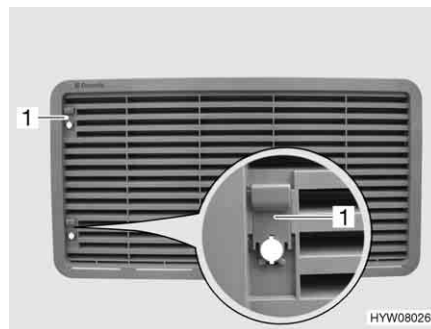

Bild 133 Kühlschrank-Lüftungsgitter (mit Schieber)
- Schieber (Bild 133,1) nach oben schieben.